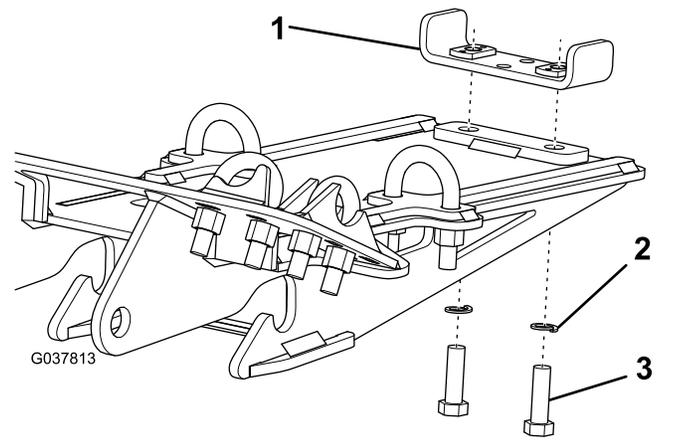

Bild 4
8. Fluchten Sie die Bohrungen an der Rückseite des Unterfahrschutzes mit den zuvor gebohrten Bohrungen im Fahrzeugrahmen aus (**Bild 4**).
9. Befestigen Sie den Unterfahrschutz mit zwei Schrauben und Sicherungsscheiben am Fahrzeugrahmen (**Bild 4**).